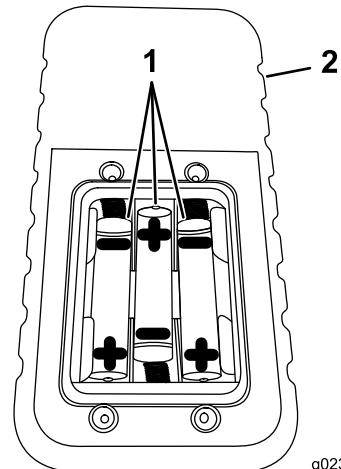

Рисунок 59
4. Установите три новых элемента питания типа ААА, расположив их так, как показано на Рисунок 59.
| 4. Установите три новых элемента питания типа ААА, расположив их так, как показано на Рисунок 59. | |